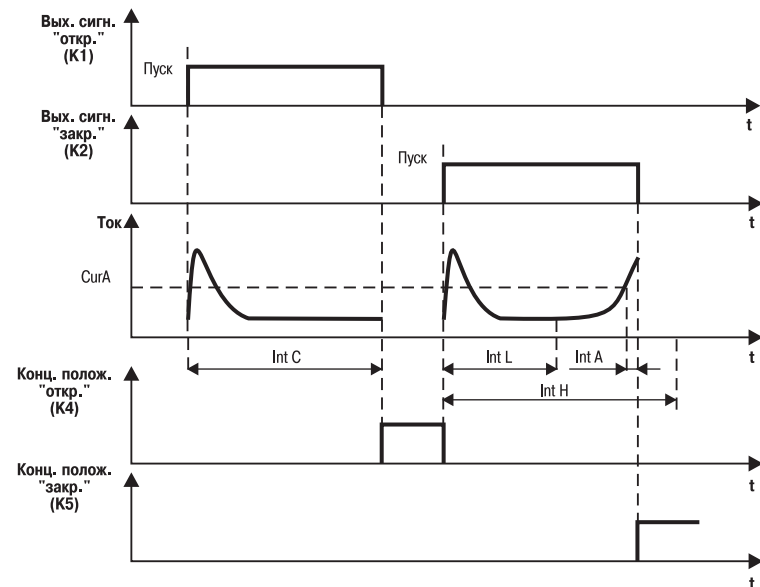

Рис. 6
3.2.11.1.2. При **PrES = 1** закрытое положение определяется так же, как и при **PrES = 0**, а открытое – по истечении времени, заданного в программируемом параметре **LnEL** (рис. 6).